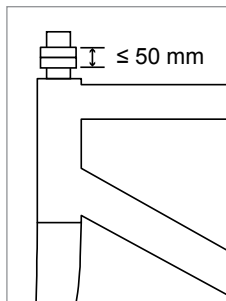

図 4
6. ステアチューブにスペーサーを 1 つ以上追加し、スペーサースタックが 50 mm を超えないようにします (図 4)。